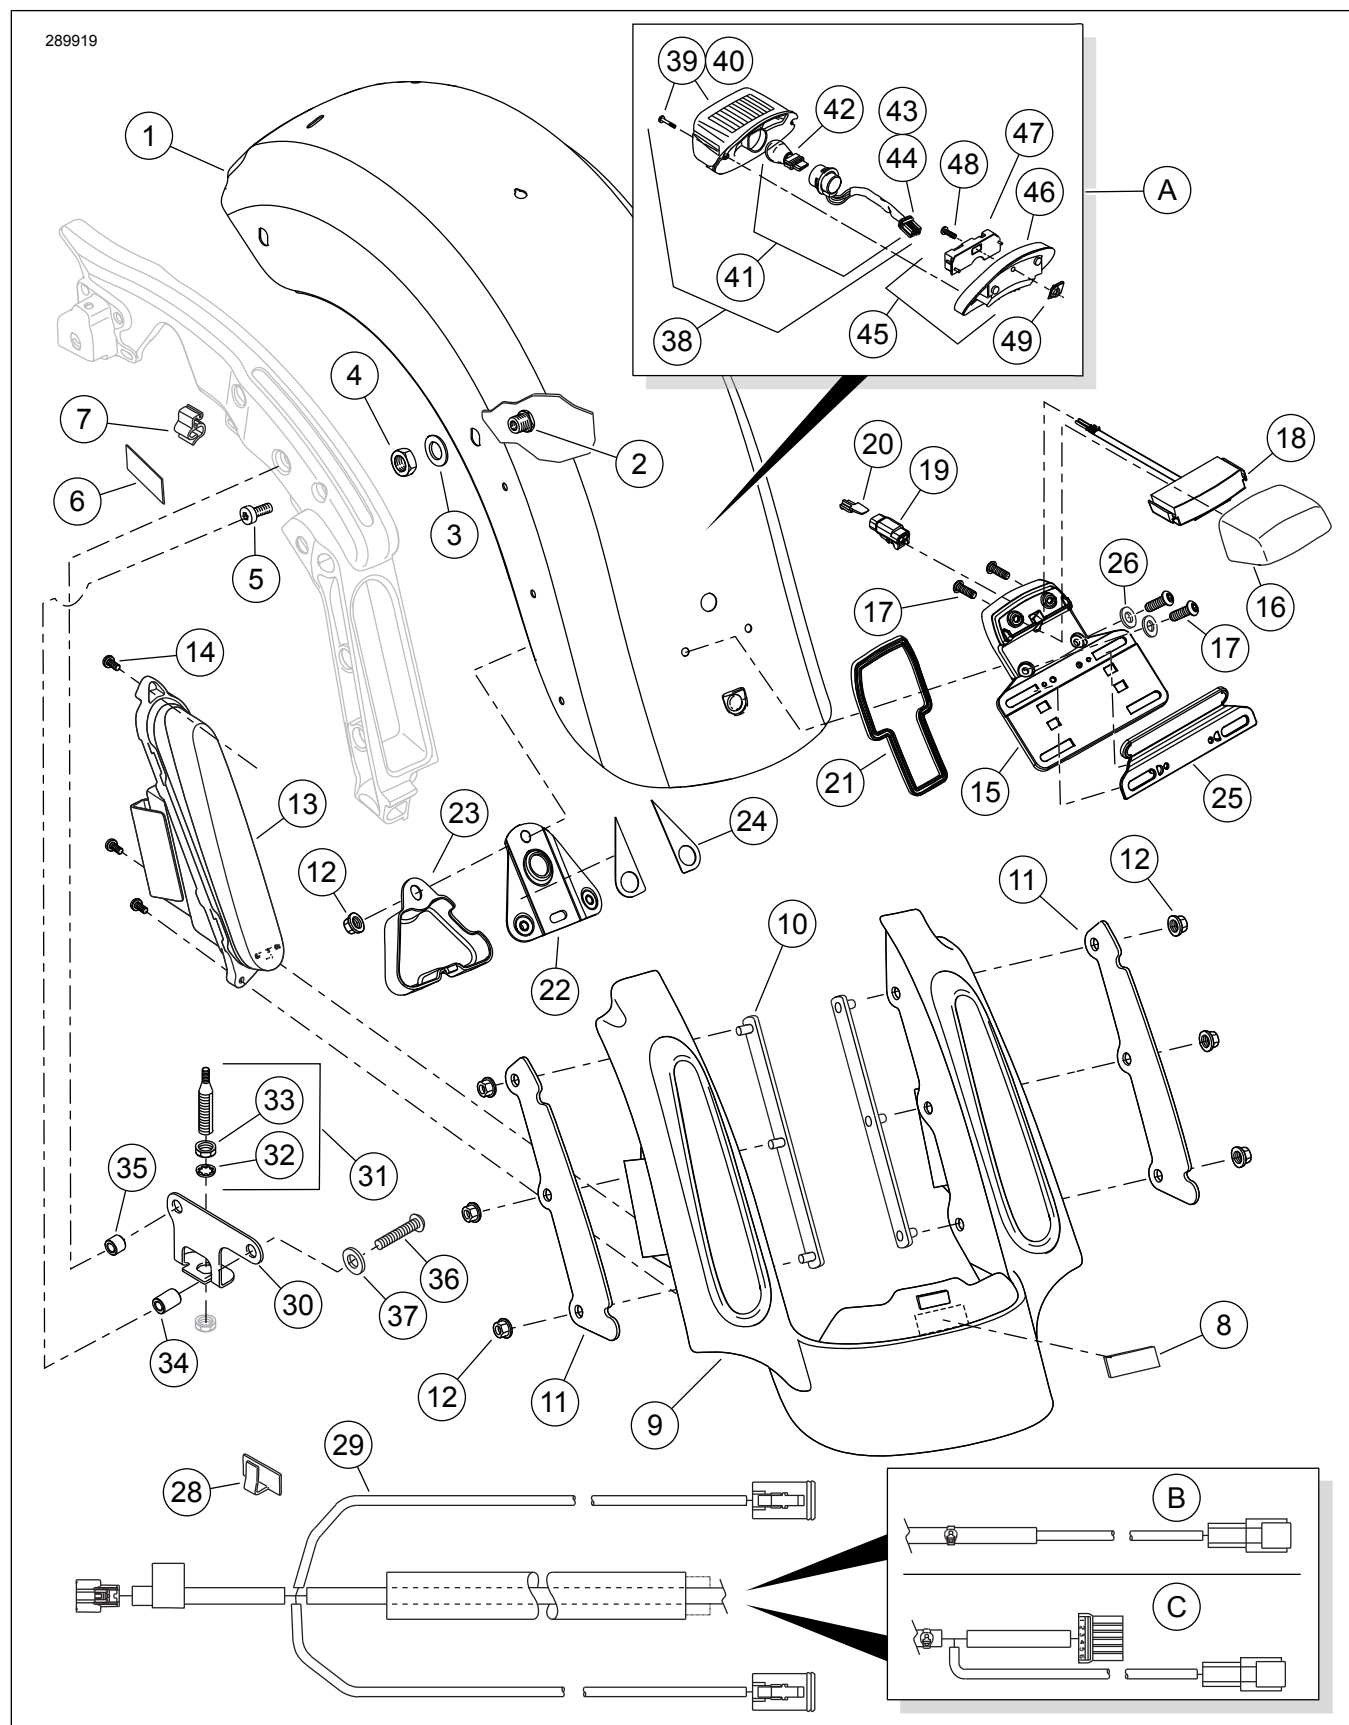

Рисунок 5. Сервисные запчасти, FL Touring, стиль CVO, комплекты задних крыльев
1. См. рис. 5. Отсоедините антенный кабель от блока основания антенны.
7. См. рис. 5. Расположите **новый** кронштейн антенны (30) рядом с опорами крыла и прикрепите кронштейн к опорам крыла:
- a. Соберите тонкую шайбу (37) на резьбу винта.
- b. Установите винты (36) и шайбы (37) через кронштейн антенны сзади.
- c. См. рис. 5. Сдвиньте проставки (34 и 35) на резьбу, которая проходит через кронштейн. Обратите внимание на длину.
2. См. рис. 5. Возьмите из комплекта четыре винта для крепления крыльев длиной 5/16-18 x 25,4 мм (1 дюйм) (5).
17. См. рис. 5. Используйте зажим (7) из комплекта, чтобы закрепить ножку жгута к прорези зажима на нижней стороне каждой опоры кофра.